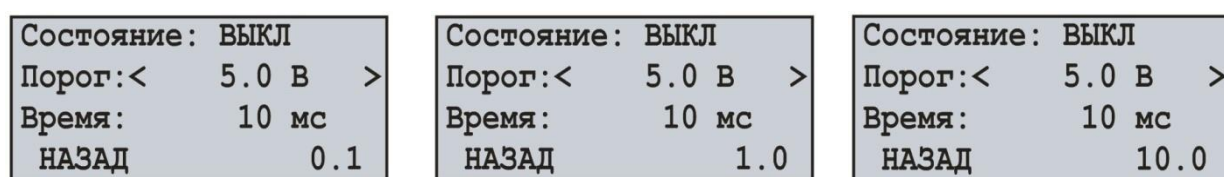

Рисунок 6.25 – Экран настройки значения порога
2) для параметра “значение порога” кнопками ◀ (ВЛЕВО) или ▶ (ВПРАВО) установить шаг изменения значения (рисунок 6.25), который находится в правом нижнем углу экрана; – кнопками ▲ (ВВЕРХ) или ▼ (ВНИЗ) изменить значение параметра;